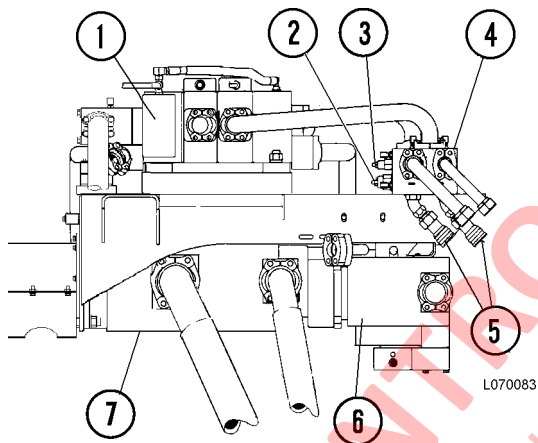

FIGURA 7-4. MÓDULO DE LA BOMBA
El múltiple de sobrecentro (4, Figura 7-4), se encuentra en el módulo de la bomba, en la parte trasera de la válvula de levante (1) y contiene la válvula de contrabalance (2). Esta válvula controla la presión del cojín de aceite en el área anular del cilindro de levante cuando la tolva se aproxima al ángulo máximo de descarga. La válvula limita la acumulación de presión máxima al liberar el exceso de presión de 20 400 kPa (3000 psi), para así evitar posibles daños en el sello.